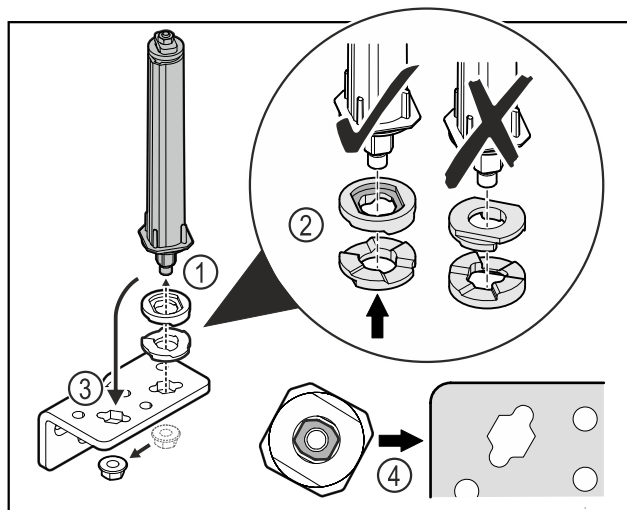

Fig. 32
- ▶ Desfaceți piulița și îndepărtați sistemul de închidere a ușii Fig. 32 (1).
- ▶ Aveți în vedere alinierea corectă a șaibelor de reglaj pe înălțime Fig. 32 (2).
- ▶ Mutați sistemul de închidere a ușii în colțarul balamalei și fixați cu piulița Fig. 32 (3).
- ▶ La utilizare aveți în vedere alinierea corectă a sistemului de închidere a ușii Fig. 32 (4).